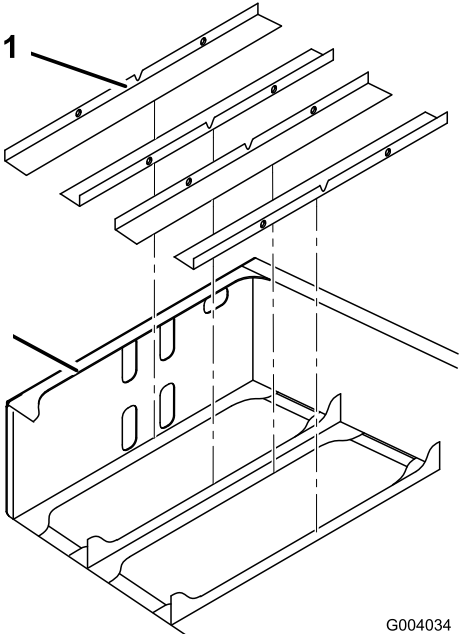

Figura 4
- 2. Instale las almohadillas de la bandeja de las baterías en el conjunto de bastidor trasero (Figura 4).